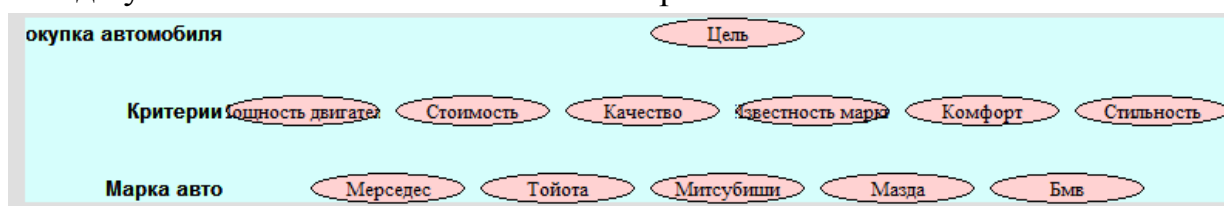

Рис. 16. Окно СППР «Выбор» до установления связей
11. Теперь вам нужно настроить связи между узлами. Для этого, необходимо вызвать «Редактор уровня», используя шаги 7 и 8. Окно СППР «Выбор» до установления связей показано на рис. 16: